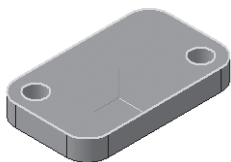

Рис. 242
- щелчком ЛКМ укажите верхнюю грань (зеленая) для последующих построений (рис. 242);